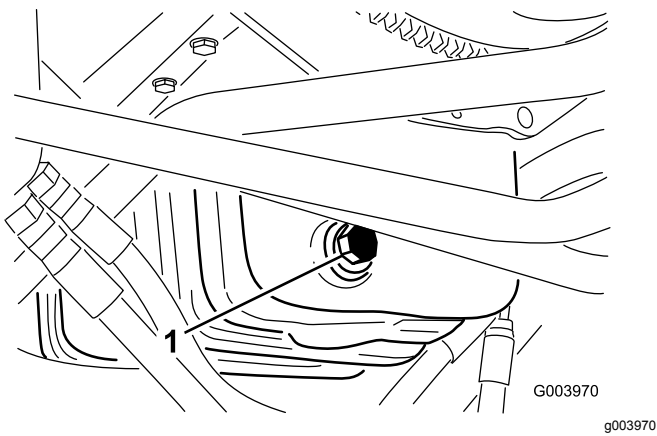

Рисунок 50
1. Снимите сливную пробку (**Рисунок 50**) и дайте маслу стечь в сливной поддон.